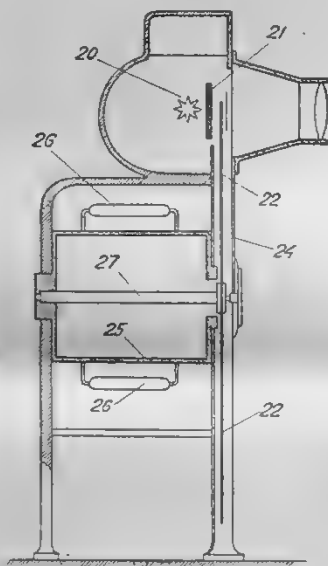

Рис. 6. Приемник.
Для этой цели приемное устройство (рис. 6) содержит в себе электрический источник света (20), питаемый током линии (электрическими импульсами), при чем сила света меняется в соответствии с этими электрическими импульсами. Впереди источ-